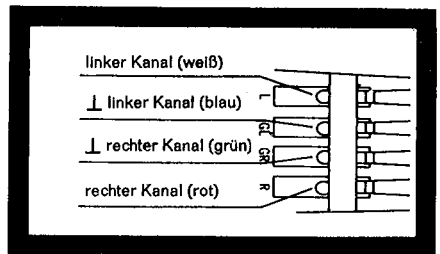

Fig. 12
3. Die Anschlüsse am Systemträger sind gekennzeichnet, die Anschlußblitzen sind farblich (Fig. 12). Verbinden Sie die Anschlußblitzen des Systemträgers mit den entsprechenden Anschlußstiften des Tonabnehmersystems.